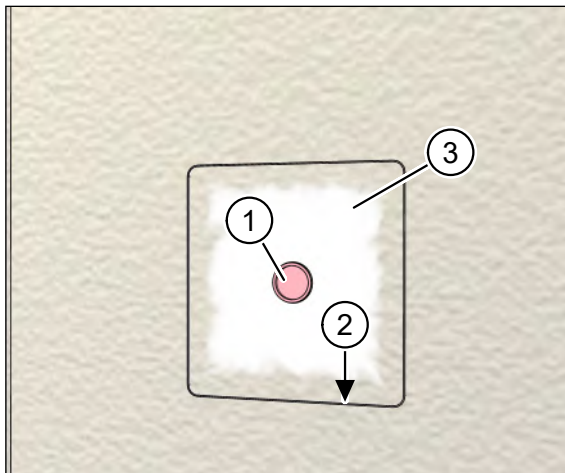

Abb. 23: Montageset innen verputzt
- ▶ Entfernen Sie den Signaldeckel (Pos. 1 in Abb. 23).
- ▶ Ritzen Sie mit einem Messer den Putz an der Innenseite des Putzrahmens (Pos. 2 in Abb. 23) ein.
- ▶ Entfernen Sie vorsichtig den Putzschutzdeckel (Pos. 3 in Abb. 23) und die dahinter liegende Kartoneinlage.